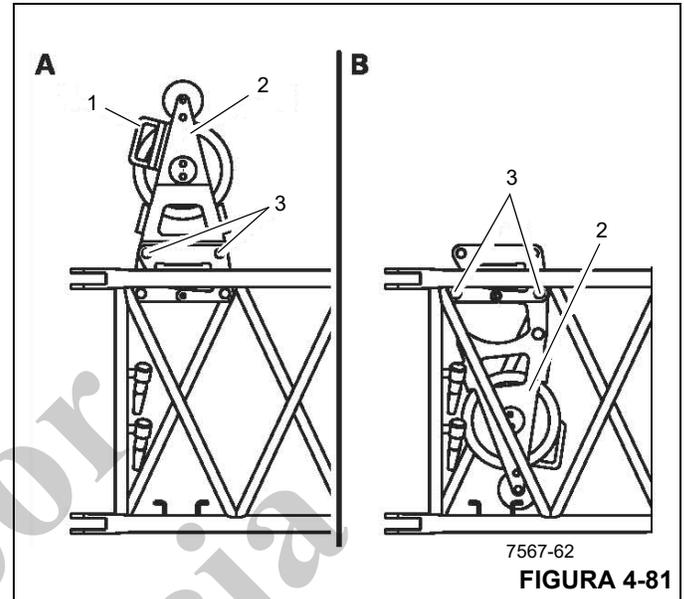

**FIGURA 4-80**
1. Retire las pinzas de retención de los pasadores (3) (Figura 4-80).
2. Sujete la polea deflectora por la manija (1) y quite los pasadores (3).
3. Pliegue la polea deflectora usando la manija (1) e inserte los pasadores (3).